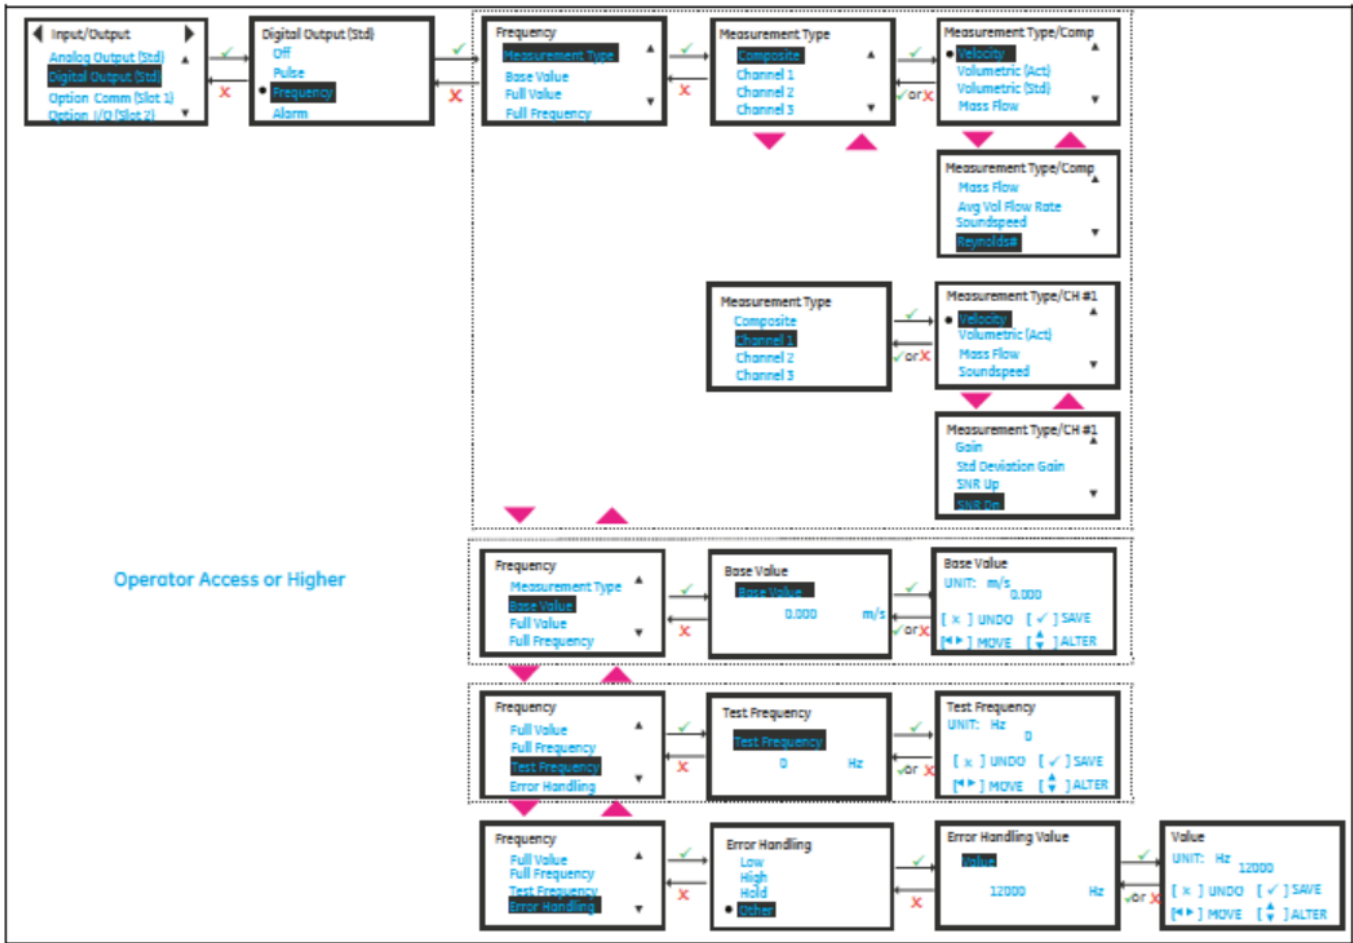

図 59:周波数出力の設定
2. ニーズに合わせて[Measurement]、[Base Value]、[Full Value]、[Full Frequency]、[Error Handling]オプションを設定。下の図 59 に、使用可能なオプションを示します。各オプションについては、次の表 9 も参照してください。